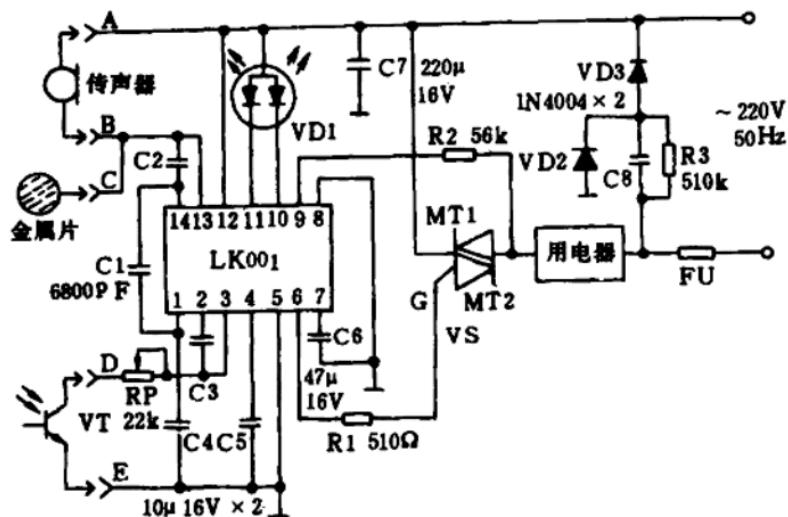

图7 声、光、触摸三控迷你开关
(1)触摸开关,如图 7 所示。将金属片插入 C 中,接通 220V 电源。用手触一下电极片时,由于人体电容可产生出  $\geq 8\text{kHz}$  的感
(2)光控开关,如图7。将光电三极管VT插入D、E中,由于光电传感器未经高通滤波器选频,因此,它可由使用者用手电筒的
(3)声控开关,前面讲述的电子开关必须由人去控制。电子开关也可由信号来控制。声控开关就是其中一例,见图7。将传声器插入A、B中,当传感器收到声音信息后,变成电信号经高通滤波器输入给前置放大器放大,然后形成一个谐振频率在12kHz左右的高通带特性曲线,如图8所示。形成这样的特性曲线主要是
其中,图 7 的电源部分由 C7、C8、VD2、VD3、R3 组成,电阻 R3
元器件选择:光电三极管 VT 型号为 3DU31 或 3DU912A~B。驻极体传声器型号最好选用高通传声器。金属片面积可据实际情况而定,其引线不必太长。双向闸流管 VS 为 1~6A/400V,可根据所用电器的功率大小选用。高通滤波器中的电容 C2、C3 选在 300~1500pF 范围。降压电容 C8 在 0.47~1μF 400V 范围。电阻标称功率除 R3 为 1W 外,其他均为 1/4W。双色发光二极管 VD1 为 2EFGY5,也可选用其他双色发光二极管。最好选用工作电压低,导通电流小而发光效率高的发光管。其他元件如图 7 标注,无特殊要求。